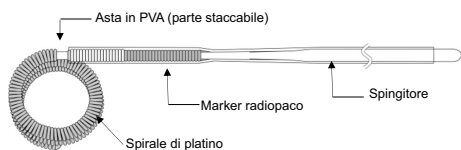
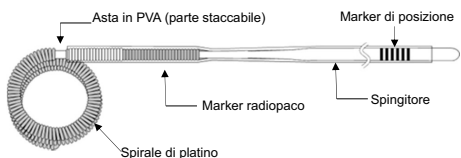

Figura 1. Schema dell'ED COIL senza marker di posizione
Figura 2. Schema dell'ED COIL con il marker di posizione
L'ED COIL è costituito da una spirale di platino (di seguito "spirale"), dallo spingitore e da un'asta in PVA (parte staccabile). (Figura 1)
L'ED COIL è disponibile in due tipi: uno non dispone del marker di posizione, come mostrato in Figura 1, e l'altro presenta il marker di posizione, come mostrato in Figura 2.
4. L'ED COIL è disponibile in due tipi, senza marker di posizione (vedere Figura 1) e con marker di posizione sullo spingitore (vedere Figura 2). Il marker di posizione è pensato e progettato per l'uso dell'ED COIL esclusivamente con un microcatetere di lunghezza operativa pari a 150 cm. Non utilizzare il marker di posizione come guida per far avanzare la spirale quando questo viene impiegato con un microcatetere di lunghezza operativa diversa e, in tal caso, far avanzare attentamente lo spingitore osservando al contempo la posizione della spirale nel microcatetere mediante fluoroscopia.